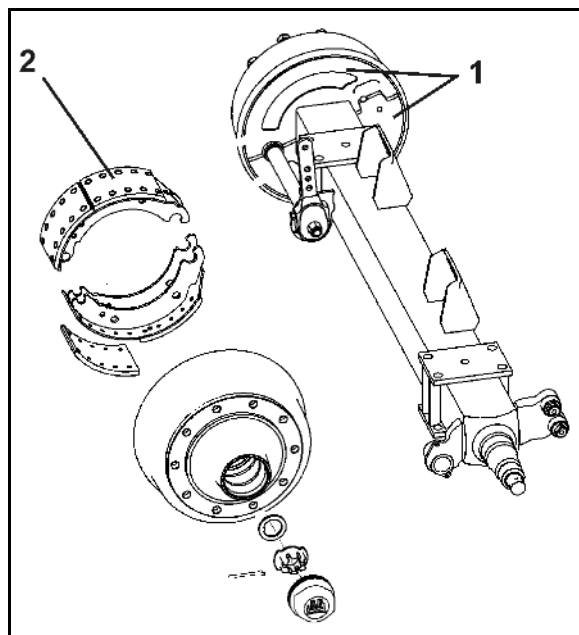

Рис. 114
1. Выверните болты и снимите оба защитных кожуха (Рис. 114/1) с внутренней стороны тормозного барабана.
Грязь может скапливаться на тормозных накладках (Рис. 114/2) и значительно снижать эффективность торможения.